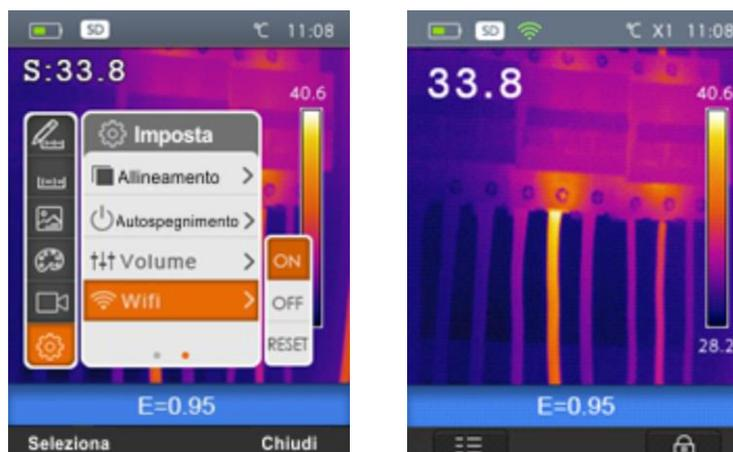

Fig. 16: Impostazione connessione WiFi
1. Selezionare la voce “WiFi” con i tasti o e premere il tasto . La videata di Fig. 16 – parte sinistra è mostrata a display
2. Usare i tasti o per la selezione delle opzioni “ON” (attivazione - simbolo ) appare a display come mostrato in Fig. 16 – parte destra) e “OFF” (disattivazione)